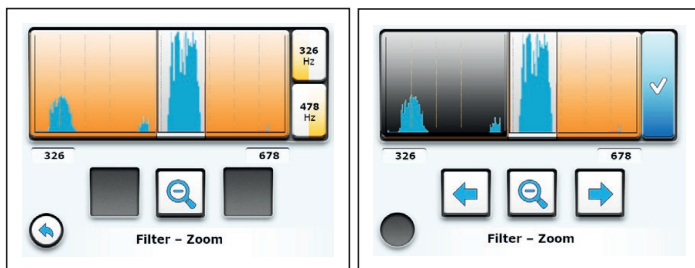

Abb. 25: Menü **Filter – Zoom**: Filter genau anpassen
1. Tippen Sie auf die Schaltfläche **Filtergrenzen**. Der Empfänger wechselt in das Menü **Filter – Zoom** (Abb. 25, Bild links).
2. Setzen Sie eine Filtergrenze neu. Tippen Sie dazu auf eine der Schaltflächen **Obere Filtergrenze** oder **Untere Filtergrenze**. Das Menü **Filter – Zoom** ändert sein Erscheinungsbild (Abb. 25, Bild rechts).